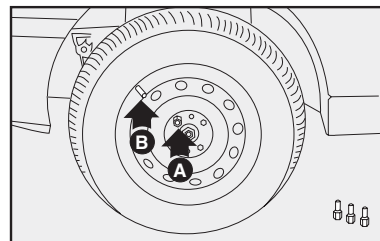

fig. 8
- Introduzca el primer tornillo **A-fig. 8**, en el orificio más cercano a la válvula de inflado **B-fig. 8**.